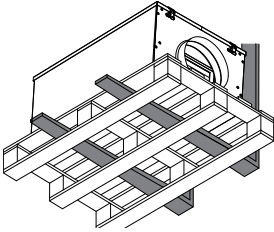

Abb. 4:
- Bei einem Transport mit einem Gabelstapler ist darauf zu achten, dass das Gerät mit dem Grundprofil bzw. Grundrahmen auf den Gabeln des Staplers bzw. auf einer Palette vollständig aufliegt und der Geräteschwerpunkt zwischen den Gabeln liegt. (s. Abb. 4)